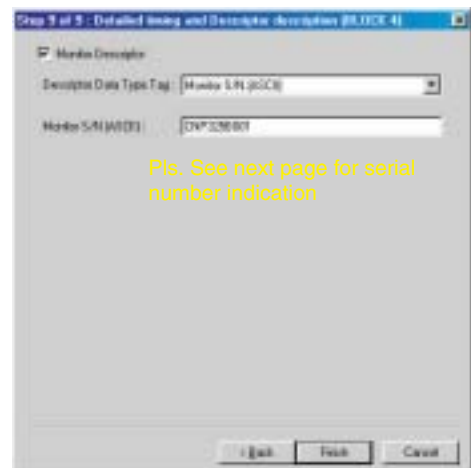

Fig. 23
8. Click **Next** , bring up Fig. 23.